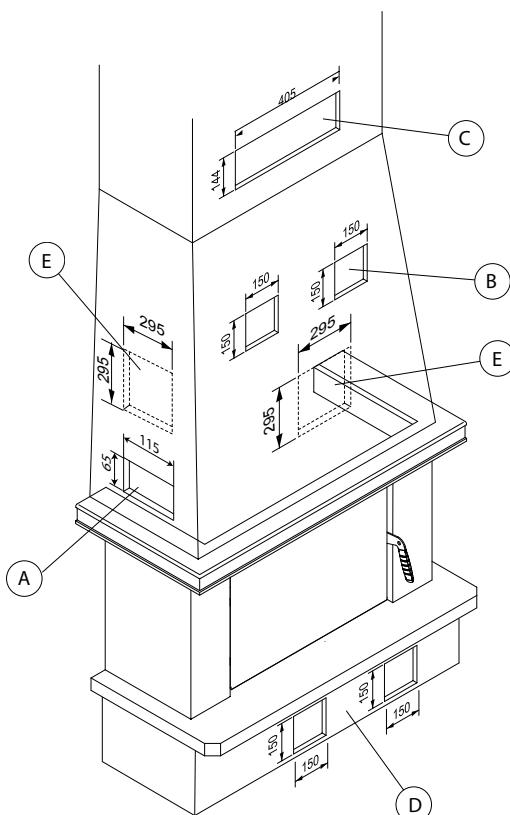

fig. 6.5
- Le aperture devono essere conformi alle dimensioni indicate nella fig. 6.5.